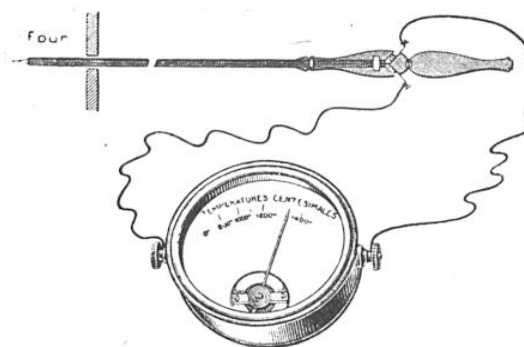
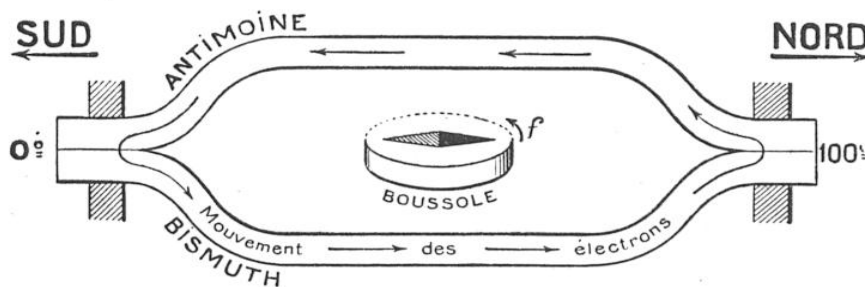

FIG. 3. — COUPLE THERMOÉLECTRIQUE
FIG. 2. — LE PLUS SIMPLE DES APPAREILS THERMOÉLECTRIQUES (SUITE)
La polarisation de la lumière est encore plus délicate à faire comprendre (1) : la lumière « naturelle » est parfaitement désordonnée ; la *lumière polarisée* est plus cohérente. Dans cette dernière, le « quelque chose de périodique », auquel nous venons de faire allusion, conserve une direction fixe dans le plan perpendiculaire au rayon lumineux (*polarisation rectiligne*) ; dans d'autres cas, ce « quelque chose », tout en restant dans ce plan, tourne d'un mouvement uniforme : c'est la *polarisation circulaire*, que Fresnel eut la gloire de découvrir, grâce à un appareil devenu classique et appelé *parallépipède de Fresnel* (fig. 3).
Couple thermoélectrique. — Dans cet appareil (fig. 3), la soudure chaude est directement introduite dans le four et tout le reste du circuit est à la température ambiante. Pour atteindre (sans fusion ni combustion) des températures de 1.500° ou 1.600° , on utilise le couple formé par du platine pur, d'une part, et, d'autre part, par un alliage (dit « platine rhodié ») platine (90 %) - rhodium (10 %) ; ces fils sont montés sur une canne en nickel, avec manche de bois et isolants en terre réfractaire. La boussole de la figure 2 est remplacée par un galvanomètre industriel (fig. 3), à lecture directe et sur lequel, grâce à un étalonnage préalable, on peut lire immédiatement la température centésimale du four où la soudure chaude est plongée ; il n'y a, d'ailleurs, aucun inconvénient à ce que tout le reste du circuit soit en cuivre, puisque tout le cuivre, le contact cuivre-platine et le contact cuivre-platine rhodié sont à la température de la pièce.
noirci ; la seule précaution à prendre, c'est que l'image déborde le disque, ce dont on s'assure au moyen du viseur (1). De même qu'une loupe, au soleil, peut enflammer un morceau de papier noir, de même l'énergie rayonnante émise par le four échauffera le disque D, tout contre lequel se trouve une soudure fer-constantan, comme le montre la coupe (fig. 4). Cette pile thermoélectrique communique avec les deux bornes d'un galvanomètre industriel analogue au précédent (fig. 3) et on lit directement la température sur un cadran.
1° Le galvanomètre auquel on l'associe parvient à détecter des courants un milliard de fois plus faibles que celui qui passe dans l'appareil rudimentaire de notre figure 2 ;
La pile thermoélectrique (fer constantan) est soudée au disque métallique D noirci ; on reçoit, sur ce disque, les rayons émanés d'un four. La soudure s'échauffe, il passe un courant et on lit la température sur un galvanomètre analogue à celui de la figure 3.